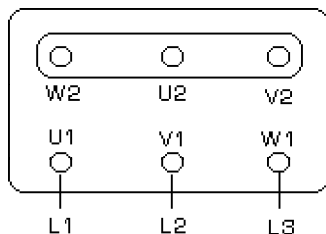

Fig. 1
- star connection (Fig. 1)
- Sternschaltung (Abb. 1)